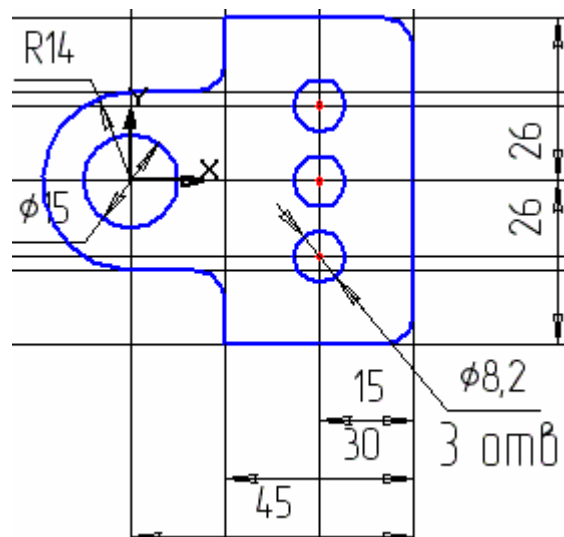

Рис.5.7
9. По команде «Ввод дуги» строим дугу радиусом R14, вводя «строке параметров» окружности в окне «rad» радиус окружности 14 по команде Alt+R. Нажмите Enter. (см. рис. 5.7).\*\*\*